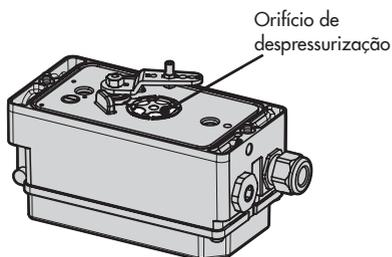

Fig. 5-1: Orifício de despressurização (traseira do posicionador)
- Não sele nem limite a abertura de despressurização (consulte a Fig. 5-1) quando o dispositivo é instalado no local.